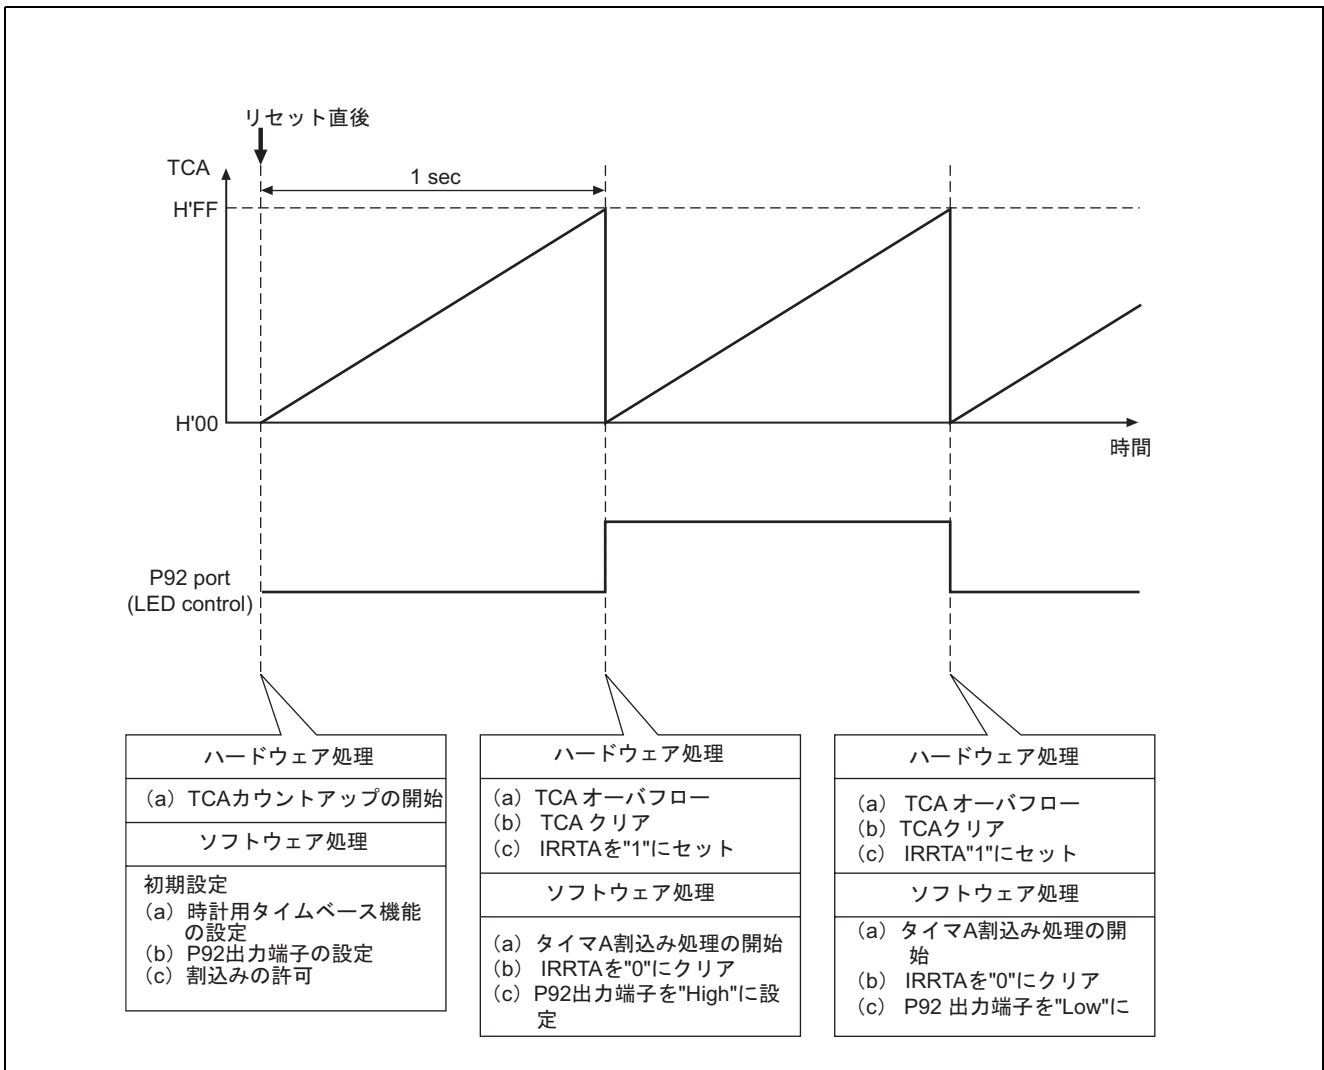

図 2 タイマ A 時計用タイムベース機能による LED 点滅動作の動作説明
(1) 図 2 に動作説明を示します。図 2 に示すようなハードウェア処理, およびソフトウェア処理によりタイマ A 時計用タイムベース機能による LED 点滅動作を行ないます。